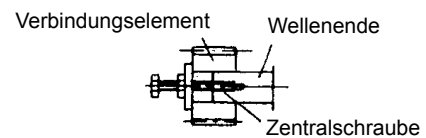

Fig. 13
b) Um Lagerschäden durch harte Schläge oder Axialkräfte bei der Montage der Verbindungselemente zu vermeiden, verwenden Sie die Zentralschraube (Fig. 13).